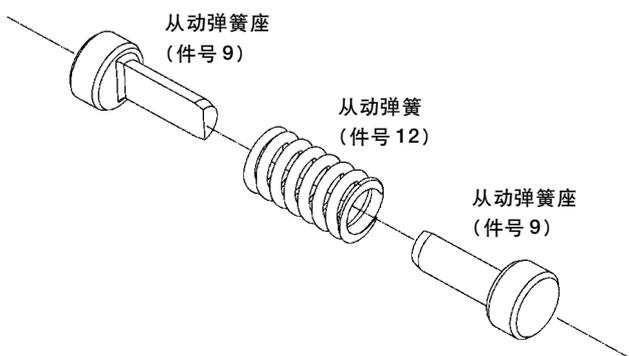

图8. 从动弹簧 / 弹簧座组件
4. 在从动轴内重新安装从动弹簧 / 弹簧座组件（件号9, 12 和 9，图8所示）。